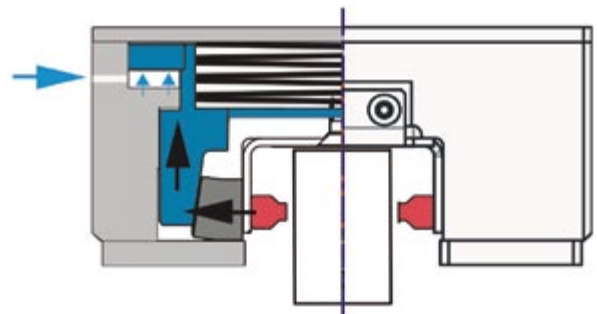

Abb. 1 Verschiebbare Profilschiene bei Druckbeaufschlagung
- Durch Belüften der Stufenlose Haltebremse (SHB) mit dem erforderlichen Betriebsdruck wird das Klemmelement der Bremse gegen die Tellerfeder gedrückt. Die Profilschiene ist verschiebbar (Abb. 1).